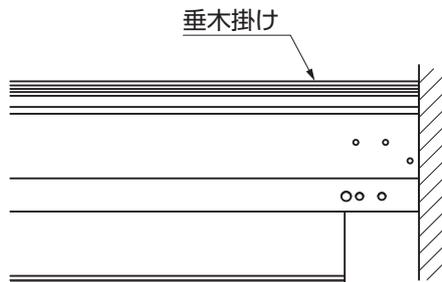

図3-2 入隅時の垂木掛けの位置
- 入隅の場合は図3-2のように垂木掛けを取付けてください。